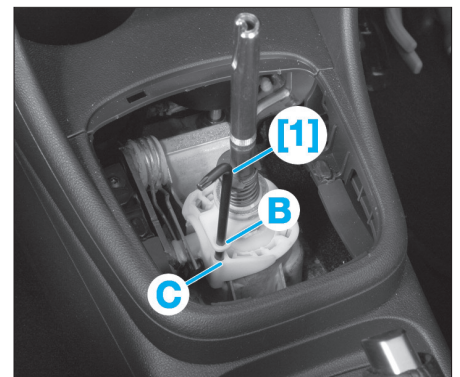

FIG. 34
- En enfonçant l'arbre de commande des vitesses, tourner le coude (A) dans le sens de la flèche (4).
- Introduire l'outil [1] dans l'alésage (C) en faisant passer à travers l'alésage (B) (Fig.34).